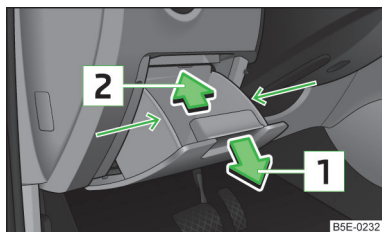

Abb. 213
- › Das Ablagefach seitlich im Bereich der Pfeile fassen » Abb. 213.